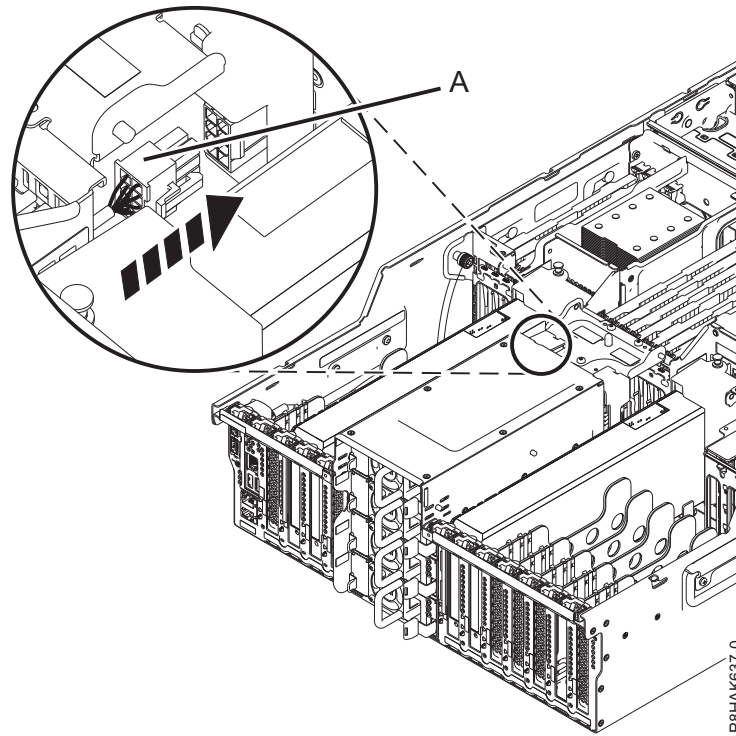

Figure 41. Connexion des cordons d'alimentation pour la carte PCIe GPU dans le système 8247-42L
6. Si vous installez ou remettez en place la carte PCIe gen3 x16 GPU (FC EC47 ou EC4B) dans un système 8247-42L, connectez le câble d'alimentation auxiliaire **(A)** à ses connecteurs sur le fond de panier du système, comme illustré dans la figure 41, à la page 45. Si vous installez ou remplacez une autre carte, passez à l'étape suivante.